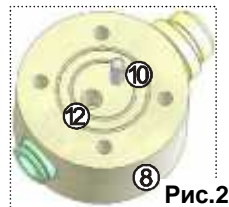

Рис.2
Засорение заборного штуцера (10), рис.2	Вынуть из основания с помощью карцанг, прочистить отверстия, установить обратно. Или обратиться в сервисный центр